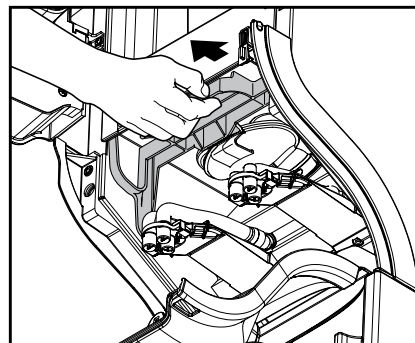

Рис. 27
- c. Потянуть за фиксатор, чтобы отсоединить весь смесительный блок. (Рис. 27)